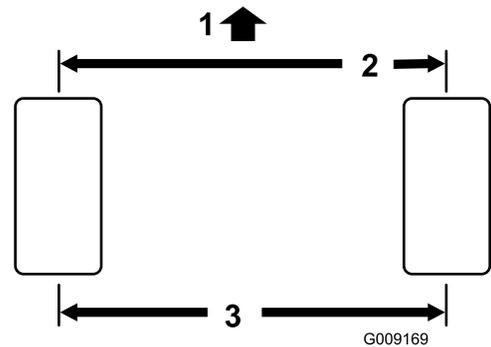

Figura 75
2. Meça a distância de centro a centro (à altura do eixo) na zona dianteira e traseira dos pneus da direção (Figura 75).